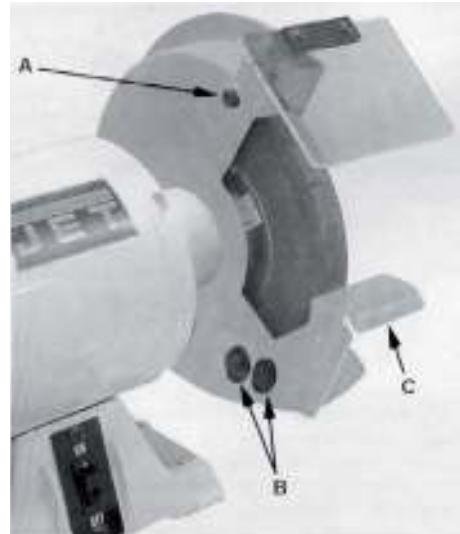

Рис. 4
- Ослабьте винты (A, Рис. 4).
- Затяните винт (A).
- Ослабьте винты (B, Рис. 4) при помощи 12 мм гаечного ключа.
- Переместите подручник (C) на расстояние 1/16" от шлифовального круга.
- Затяните винты (B).